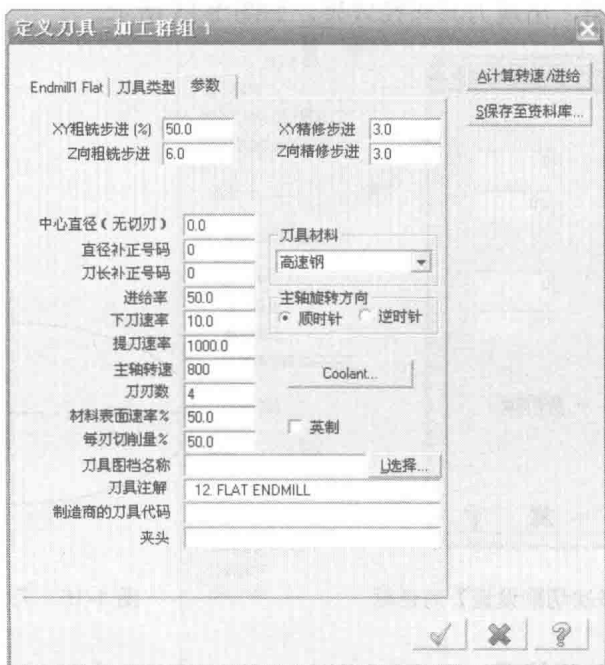

图 1-12 定义刀具参数
③ 返回【刀具参数】选项卡，出现所选刀具。双击刀具，打开【定义刀具】对话框，选择【参数】选项卡，输入【进给率】为 50，【下刀速率】为 10，【提刀速率】为 1000，【主轴转速】为 800，如图 1-12 所示，确定并返回【刀具参数】选项卡，所输入的参数已